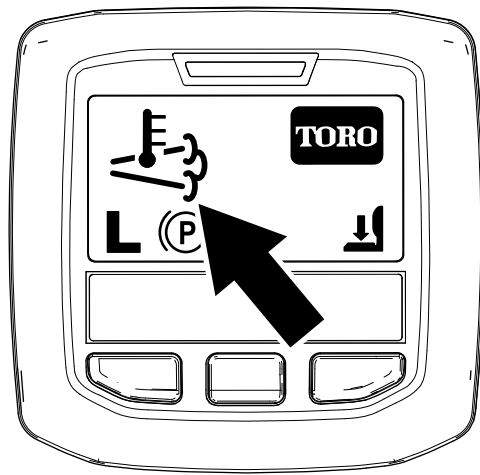

Bild 46
- () wird im InfoCenter angezeigt (Bild 46).